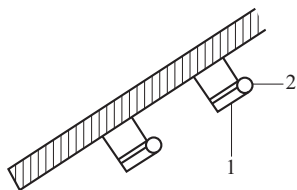

图 2-27 绝缘子在侧面或斜面时的导线绑扎位置
(1) 在建筑物绝缘子侧面或斜面配线时，应将导线绑扎在绝缘子上方，如图 2-27 所示。